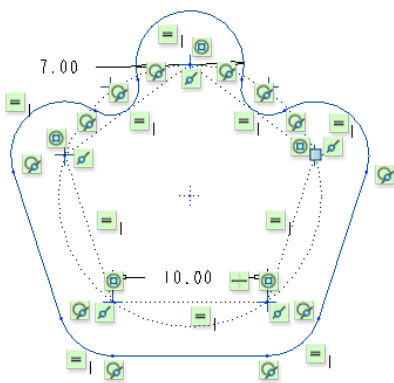

图 2-98 修剪图形的效果
- 11 修剪图形。在功能区“草绘”选项卡的“编辑”面板中单击“删除段”按钮 ，接着使用鼠标左键逐一单击要删除的曲线段，最后得到修剪后的图形如图 2-98 所示。